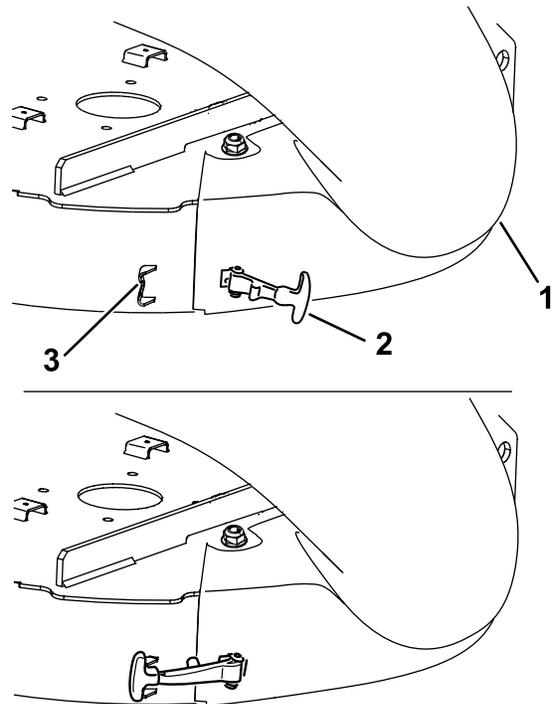

Figure 25
5. Accrochez le loquet à poignée flexible de la goulotte à la gâche soudée sur le tablier de coupe, à l'arrière de l'ouverture (Figure 25).